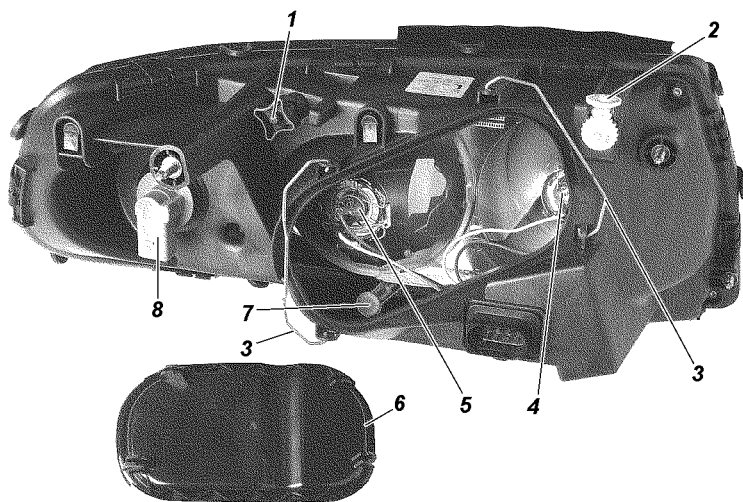

Рис. 9.42. Фара без ДХО:
3. Включите ближний свет фар и, поочередно закрывая каждую фару, вращением регулировочного винта 1 (рис. 9.42) и регулировочной шестерни 2 добейтесь, чтобы светотеневая граница слева от точек E и E' совпадала с линией 1, а справа - с линиями 2 и 2' для левой и правой фар соответственно. Точки перелома светотеневой границы должны совпадать с точками E и E'.
Замена ламп фар. Для замены лампы указателей поворота снимите колодку с патрона 8 (см. рис. 9.42), поверните патрон